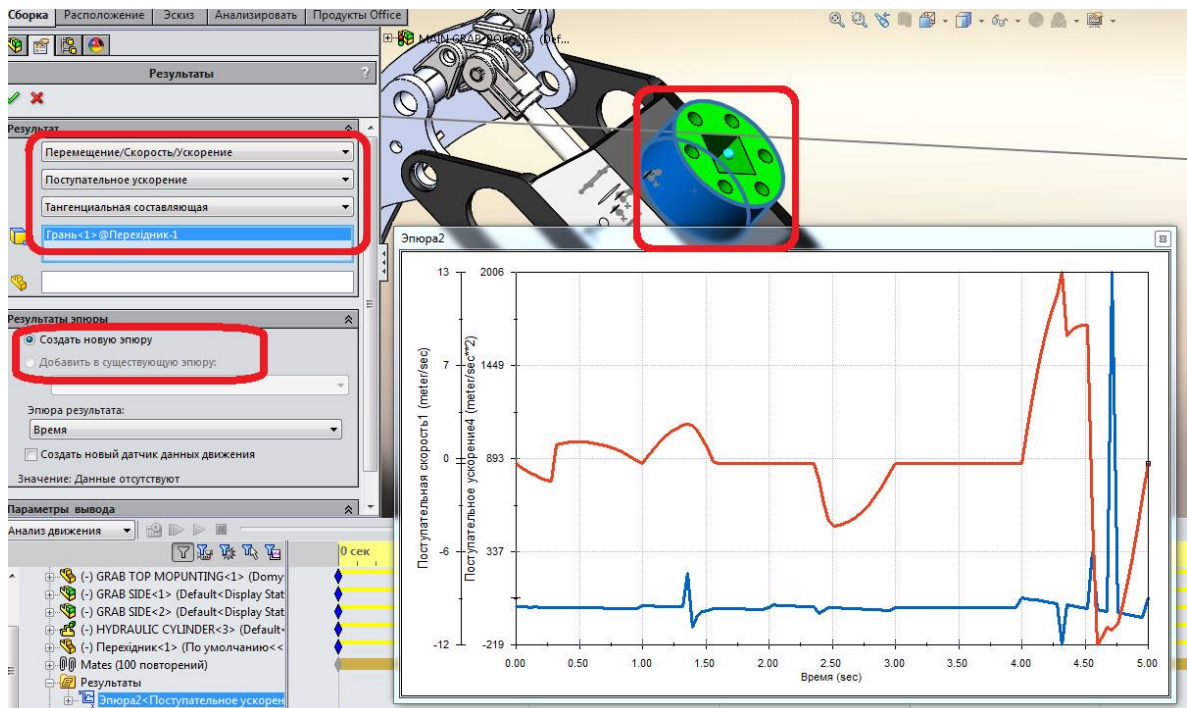

Рис. 4. Епюри швидкості і прискорення
5. У розділі **Результати епюри** виберіть **Додати до наявної епюри** й натисніть **Епюра1** (див. рис.4).